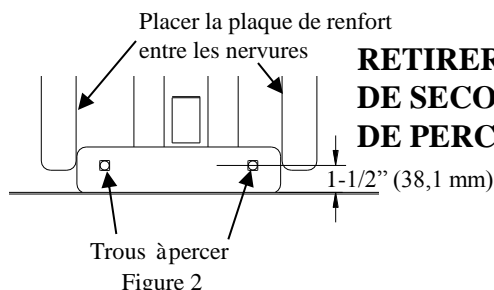
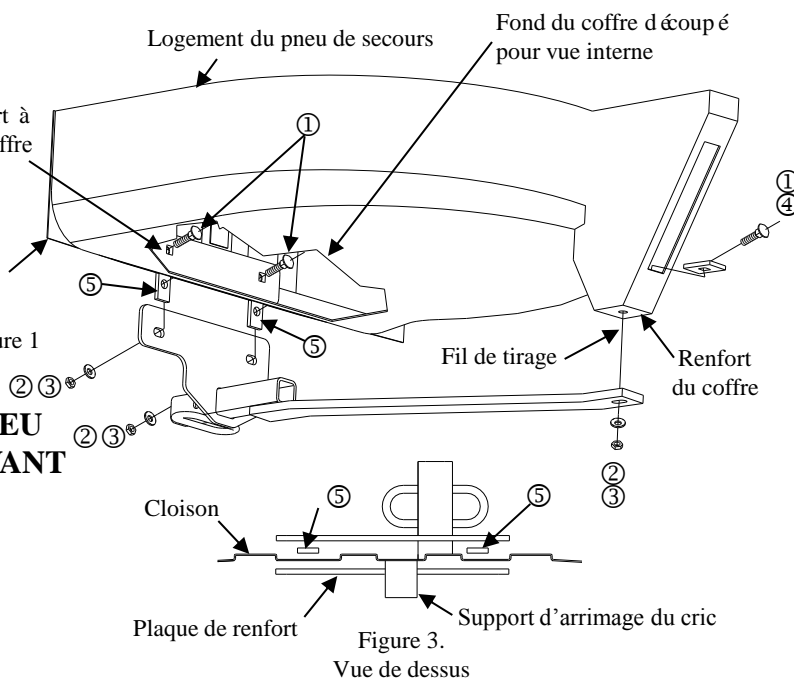

Figure 2
Figure 3.
①	Qty. (3)	Carriage Bolts 1/2-13 X 2.00 GR5	④	Qty. (1)	Spacer .250 X 1.50 X 2.00 (Sq. Hole)
②	Qty. (3)	Conical Washer	⑤	Qty. (2)	Spacer .250 X 1.00 X 2.00 (Rd. Hole)
③	Qty. (3)	Hex Nut 1/2-13
- 2 Remove the (2) plastic rivets that fasten the fascia tabs to the vehicle. Note: Remove the center of the rivet with a screwdriver. Rivets to be reinstalled.
- 5 Place reinforcement plate inside spare tire well, at the bottom of trunk. Locate the 1-1/2" length against the bottom of the trunk. Place between the ribs as shown in Figure 2. Drill two holes.
- 6 Insert the carriage bolts through the reinforcement bracket and place (2) spacer (Item 5) on the carriage bolts from opposite side of bulkhead.
- 7 Lift hitch into position onto the two carriage bolts, sandwiching the spacer between the bulkhead and hitch. See Figure 3. Loosely attach conical washer and hex nuts.
①	Qté (3)	Boulons de carrosserie 1/2-13 X 2.00 GR5	④	Qté (1)	Espaceur .250 X 1.50 X 2.00 (trou carré)
②	Qté (3)	Rondelle conique	⑤	Qté (2)	Espaceur .250 X 1.00 X 2.00 (trou rond)
③	Qté (3)	Écrou hex. 1/2-13
- Enlever les deux (2) rivets en plastique qui fixent les languettes du carénage au véhicule. Remarque : Retirer le centre du rivet à l'aide d'un tournevis. Les rivets seront réinstallés.
- Placer la plaque de renfort à l'intérieur du logement de pneu de secours, au fond du coffre. Placez une longueur de 1-1/2 po sur le fond du coffre. Placer entre les nervures, comme illustré à la Figure 2. Percer deux trous.
- Insérer les boulons de carrosserie à travers le support de renfort et placer deux (2) espaceurs (article 5) sur les boulons de carrosserie depuis le côté opposé de la cloison.
- Soulever l'attelage en position sur les deux boulons de carrosserie, en intercalant l'espaceur entre la cloison et l'attelage. Voir la figure 3. Installer sans trop serrer les rondelles coniques et les écrous hexagonaux (article 2 & 3).